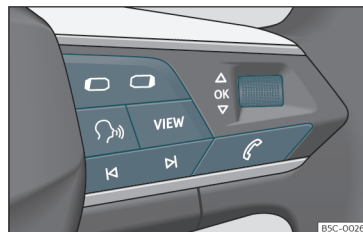

Fig. 64 Lado derecho del volante multifunción: teclas para utilizar los menús y las indicaciones informativas del cuadro de instrumentos (según versiones).
Mientras haya una advertencia con prioridad 1 »» pág. 79, no se podrá acceder a ningún menú. Algunas advertencias se pueden confirmar y ocultar con la tecla **OK** del volante multifunción »» **fig. 64**.
- Si se muestra un mensaje o el pictograma de un vehículo, pulse la tecla **OK** »» **fig. 64**; si es necesario, varias veces.
- Para cambiar de menús use las teclas  o  »» **fig. 64**.
- Para abrir el menú o la indicación informativa que se muestre, pulse la tecla **OK** »» fig. 64 o espere algunos segundos hasta que el menú o la indicación informativa se abra automáticamente.
- En el menú visualizado, gire la ruedecilla derecha del volante multifunción »» fig. 64 hasta que se marque la opción de menú deseada. La opción aparece enmarcada.
- Pulse la tecla **OK** »» fig. 64 para realizar las modificaciones deseadas. Una marca indica que la función o el sistema en cuestión están activados.
Pulse la tecla **OK** o **OK** »» fig. 64.